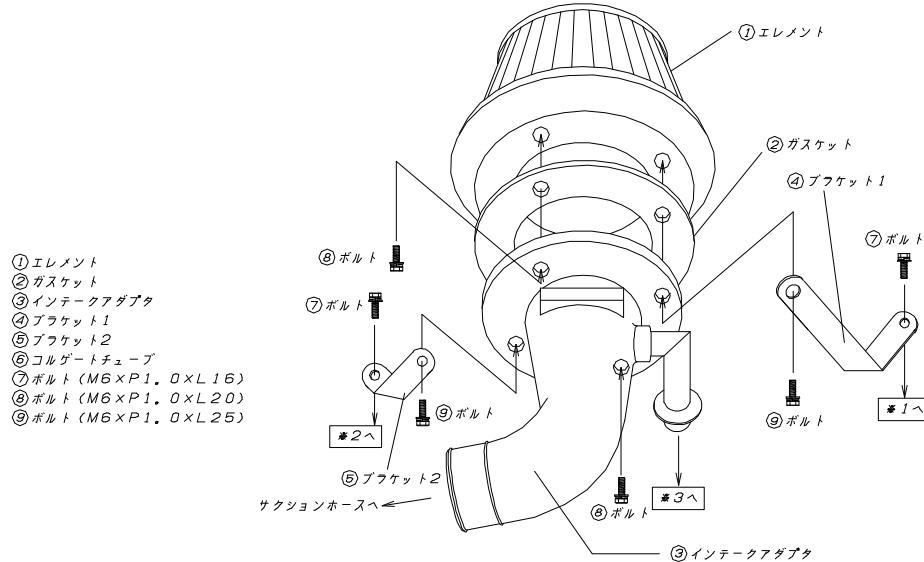

図2
1. 取り外した純正部品の中で、(F) ホースバンドは再使用します。
2. 下図2～3を参照してPOWER INTAKEを組立ててください。この時、各ボルト・ナットは仮締めの状態にしておいてください。